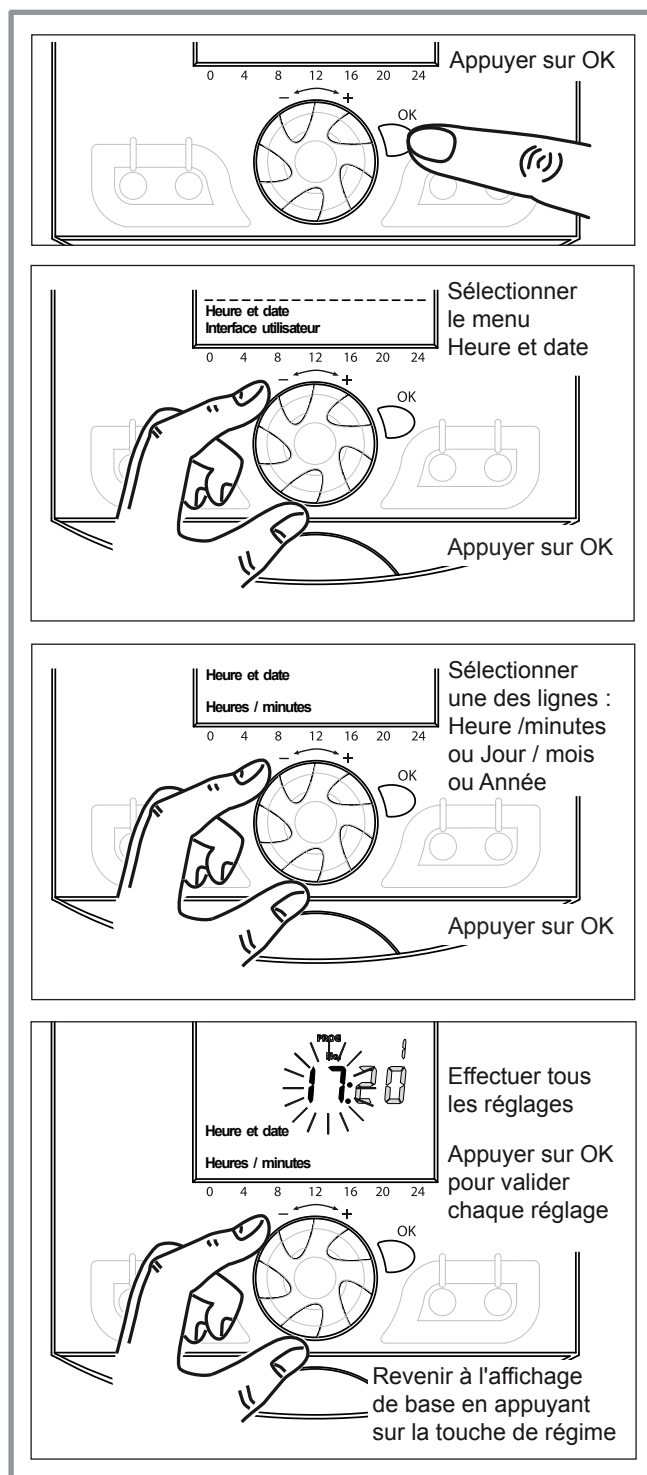

figure 58 - Réglage de l'heure et de la date
- Régler l'heure et la date en cours (figure 58).